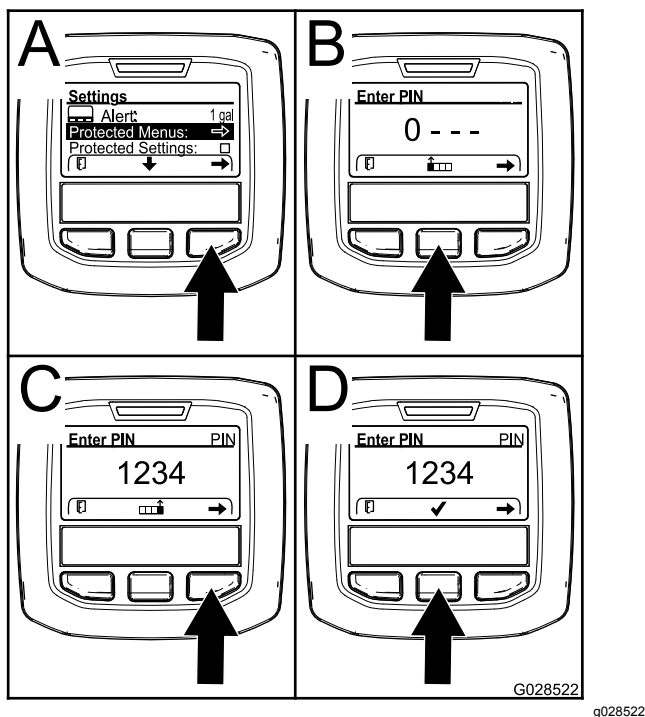

Figura 26
2. No menu de DEFINIÇÕES, utilize o botão central para ir até ao menu PROTEGIDO e prima o botão direito (Figura 26).